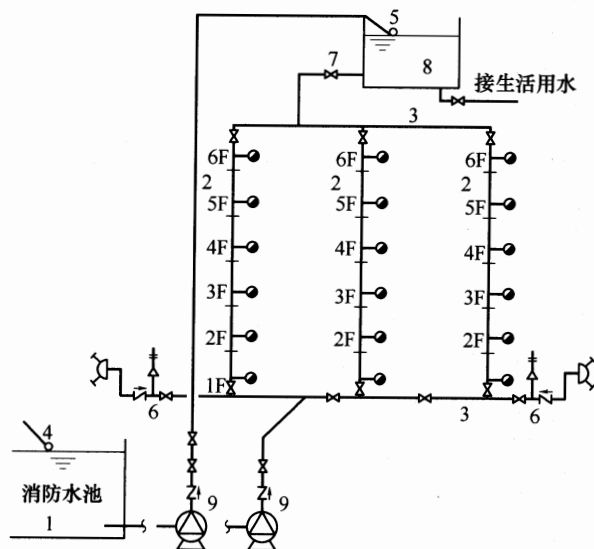

图 2-27-1 某建筑室内消火栓系统
某二级耐火等级的多功能组合公共建筑地上 6 层，建筑高度 22.70m；地上一层为商铺、地上二至四层为办公，地上五至六层为旅馆。该建筑内设有室内外消火栓系统、火灾自动报警系统、消防应急照明、消防疏散指示标志、灭火器等消防设施及器材。室内消火栓系统如图 2-27-1 所示。
1. 请分析本案例情景描述中和图 2-27-1 中的错误。